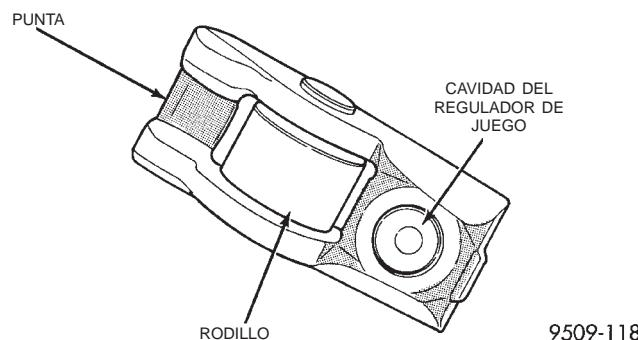

Fig. 25 Conjunto de casquillos de leva
(1) Retire la tapa de la culata de cilindros siguiendo el procedimiento descrito en esta sección.
(2) Retire la correa de distribución, las ruedas dentadas y las tapas con el procedimiento descrito en esta sección.
(3) Retire el árbol de levas. Consulte el procedimiento descrito previamente en esta sección.
(4) Retire los conjuntos de casquillos de leva de la culata. Mantenga los casquillos de leva en el orden en que los retiró de la culata a los efectos del reensamblaje. Marque los reguladores de juego hidráulicos en sus posiciones originales como referencia para el reensamblaje. El servicio de los reguladores de juego hidráulicos se realiza como conjunto.
**NOTA:** Inspeccione el conjunto de casquillos de leva para verificar si está desgastado o dañado (Fig. 25). Reemplace según sea necesario.